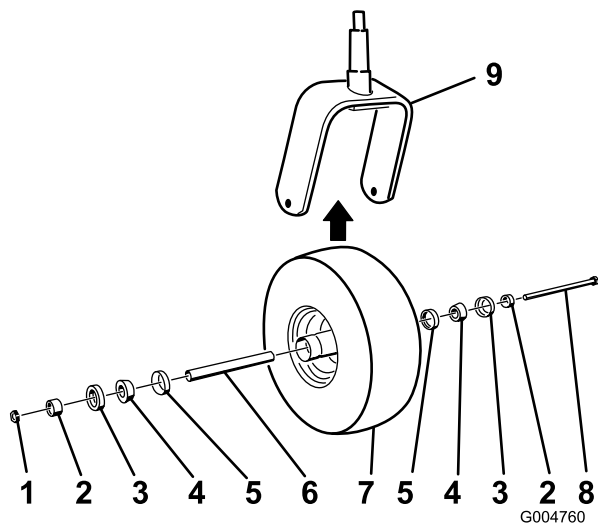

Figura 50
5. Monte a roda empurrando os rolamentos cónicos e vedantes, cheios de massa lubrificante, para dentro do cubo da roda, posicionado conforme ilustrado em Figura 50.